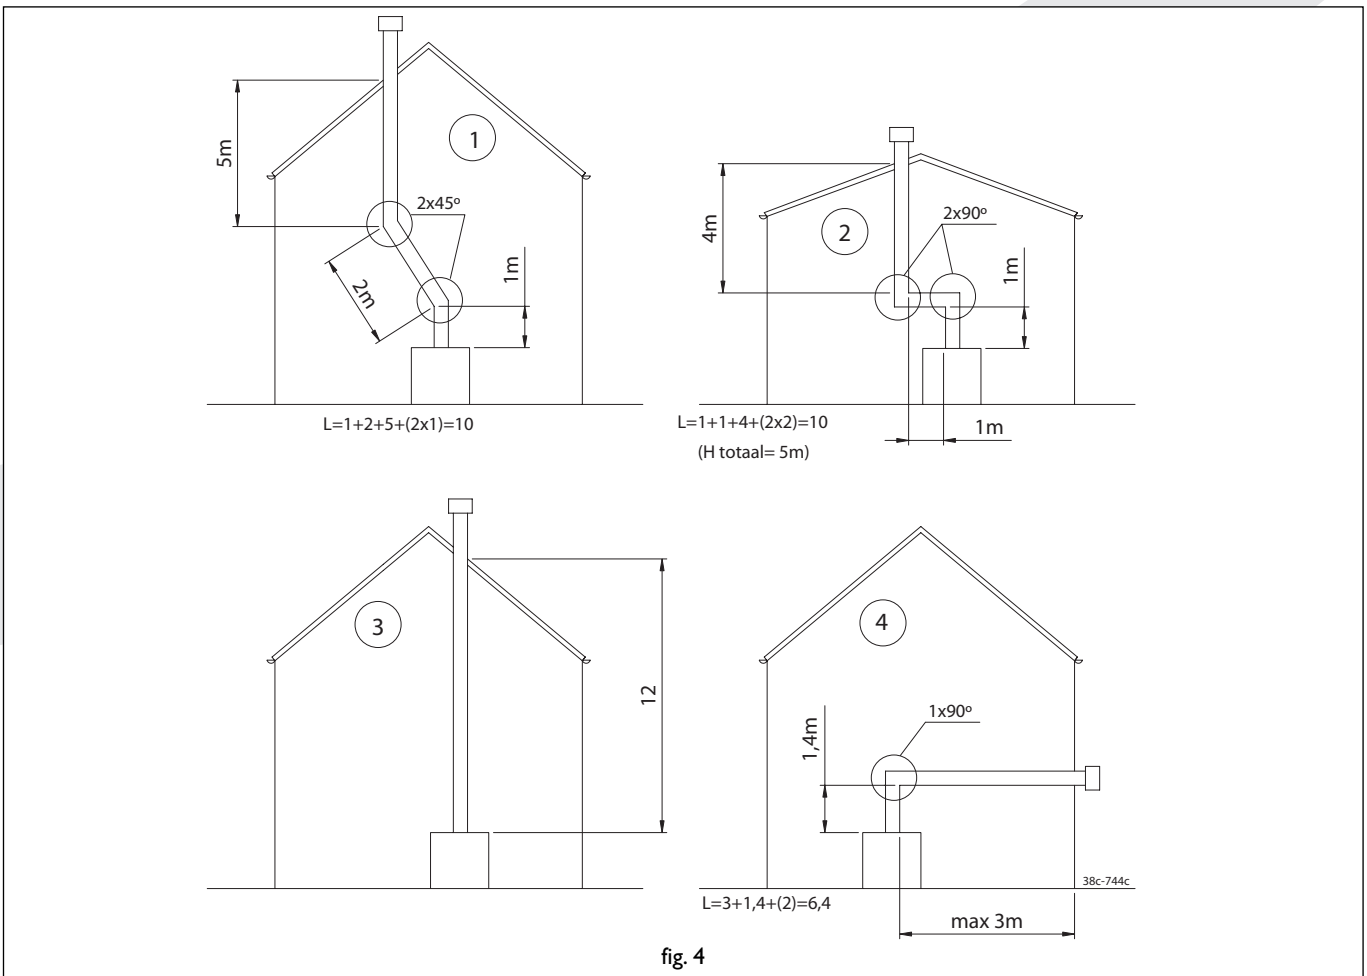

fig. 4
Aansluitmogelijkheden (fig. 4)
- altijd eerst 1 meter pijp verticaal plaatsen, behalve fig. 4, voorbeeld 4.
- de maximale pijplengte is 12 meter. Reken voor een 90° bocht 2 meter en voor een 45° bocht 1 meter. De lengte van de gevel- of dakdoorvoer hoeft niet te worden meegerekend. De maximale totale lengte is de som van de buislengte plus de vervangende lengte voor de bochten (zie de 4 voorbeelden in fig. 4).
- Maak een keuze uit de aansluitmogelijkheden volgens fig. 4.